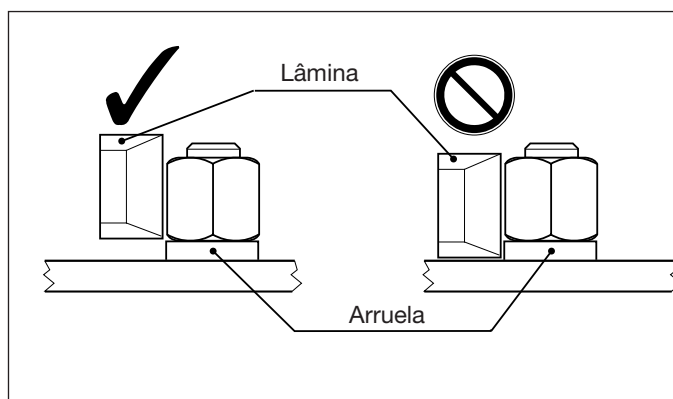

Figura 8: Posicionamento da lâmina
7. Garanta que a parte inferior do cabeçote de corte esteja assentada contra o flange, de forma que a lâmina possa cortar o mais inferior da porca possível. Porém, se houver uma arruela sob a porca, posicione o cortador de porcas de forma que a lâmina de corte não fará contato com a arruela. Veja a Figura 8.